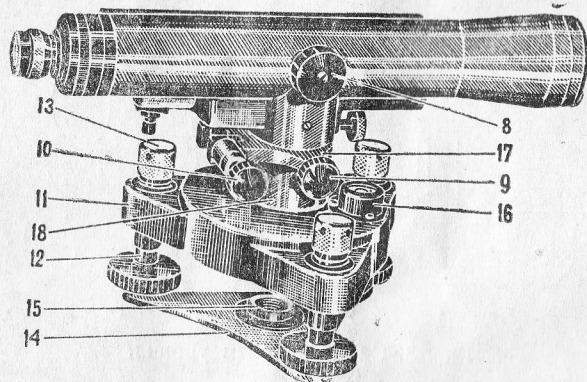

Рис. 5. Нивелир НГ (вид со стороны головки трибки фокусирующей линзы).
Перемещение фокусирующей линзы осуществляется вращением головки трибки 8 (рис. 5).
Для точного наведения зрительной трубы на рейку служит наводящий винт 10 (рис. 5), работающий с помощью хомутика. Наводящий винт работает только при зажатом закрепительном винте 9.
Треножник 11 (рис. 5) снабжен подъемными винтами 12 (закрытого типа) и втулками 13.
1. Для регулировки хода подъемных винтов нивелира служат надетые на них втулки 13 (рис. 5).